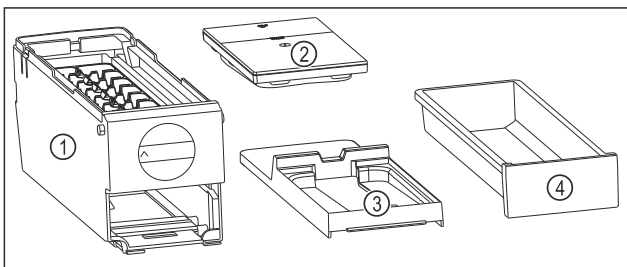

Fig. 185 Bestanddelen van de EasyTwist-Ice
- ▷ EasyTwist-Ice is in vier delen gedemonteerd. (zie Fig. 185)
- ▶ EasyTwist-Ice alleen in afgebeelde bestanddelen demonteren. (zie Fig. 185)
- ▶ EasyTwist-Ice-corpus Fig. 185 (1) als geheel reinigen.